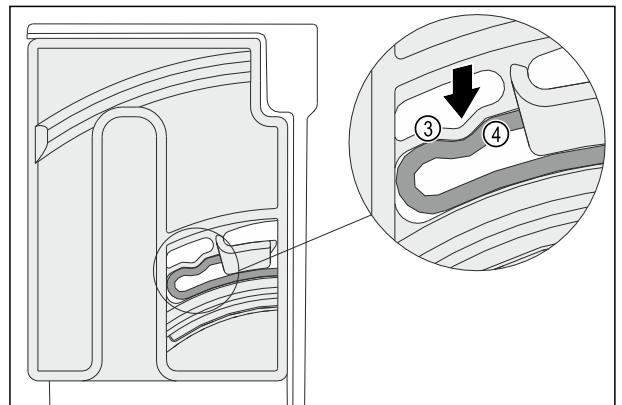

Fig. 148
- ▶ 旋转单元的弹性元件 Fig. 148 (3) 卡入圆弧形滑条 Fig. 148 (4) 中，发出咔哒声。